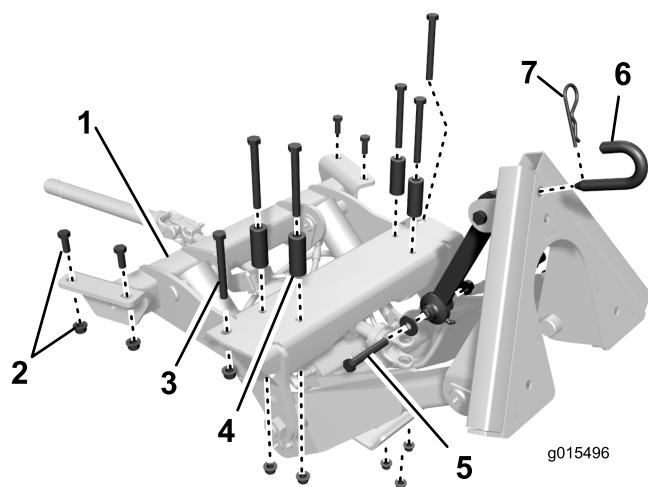
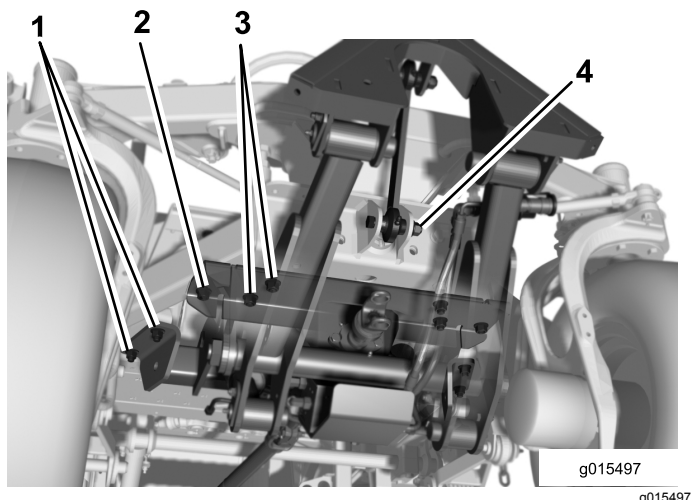

Figura 5
Figura 6
1. La Figura 5 mostra la vista dall'alto dell'ubicazione, del posizionamento e delle dimensioni dei dispositivi di fermo utilizzati per fissare il telaio ad attacco anteriore alla parte inferiore del telaio della motrice.
3. Posizionate il telaio ad attacco anteriore sotto la parte anteriore della macchina (**Figura 6**).
4. Sollevate il telaio ad attacco anteriore allineando i fori di montaggio con quelli delle canaline del telaio e della piastra incrociata del telaio anteriore (**Figura 6**).
5. Sulla parte anteriore dell'attacco, fissate il foro esterno alle canaline del telaio su ciascun lato con una vite ($\frac{1}{2}$ " x $4\frac{1}{2}$ ") e un dado flangiato ($\frac{1}{2}$ ") come mostrato nella (**Figura 6**).
6. Sulla parte posteriore dell'attacco, montate senza stringere ciascun lato alle canaline del telaio con 2 viti ($\frac{1}{2}$ " x $1\frac{1}{4}$ ") e dadi flangiati ($\frac{1}{2}$ "), come mostrato nella **Figura 6**.
7. Utilizzate i 4 fori di montaggio restanti per fissare l'attacco alla piastra incrociata del telaio con viti ($\frac{1}{2}$ " x $4\frac{1}{2}$ "), distanziali e dadi flangiati ($\frac{1}{2}$ ") come mostrato nella **Figura 6**. Posizionate i distanziali tra la testa della vite e la piastra incrociata.
9. Fissate il gruppo di attacco superiore al supporto dell'assale con una vite ($\frac{1}{2}$ " x $3\frac{1}{4}$ "), 2 rondelle di supporto, un distanziale e un dado di bloccaggio ($\frac{1}{2}$ ") come mostrato nella **Figura 5** e **Figura 6**.